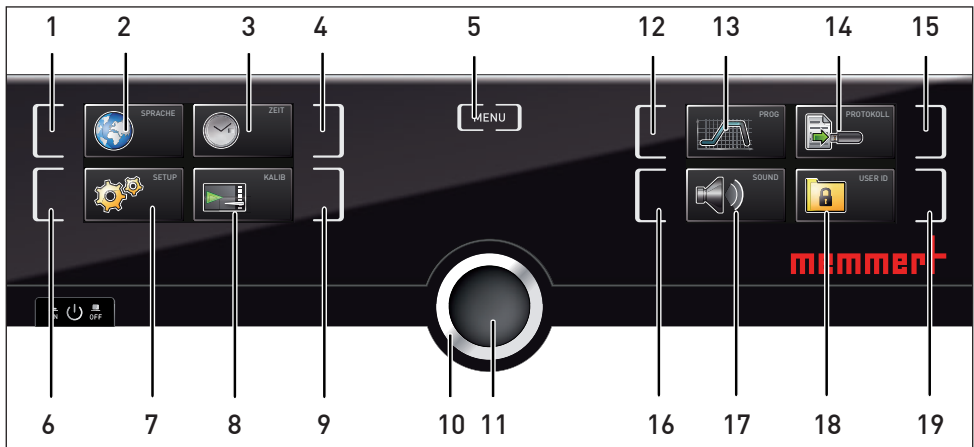

Abb. 27 ControlCOCKPIT im Menümodus
- Gerät am Hauptschalter ausschalten (Abb. 27).